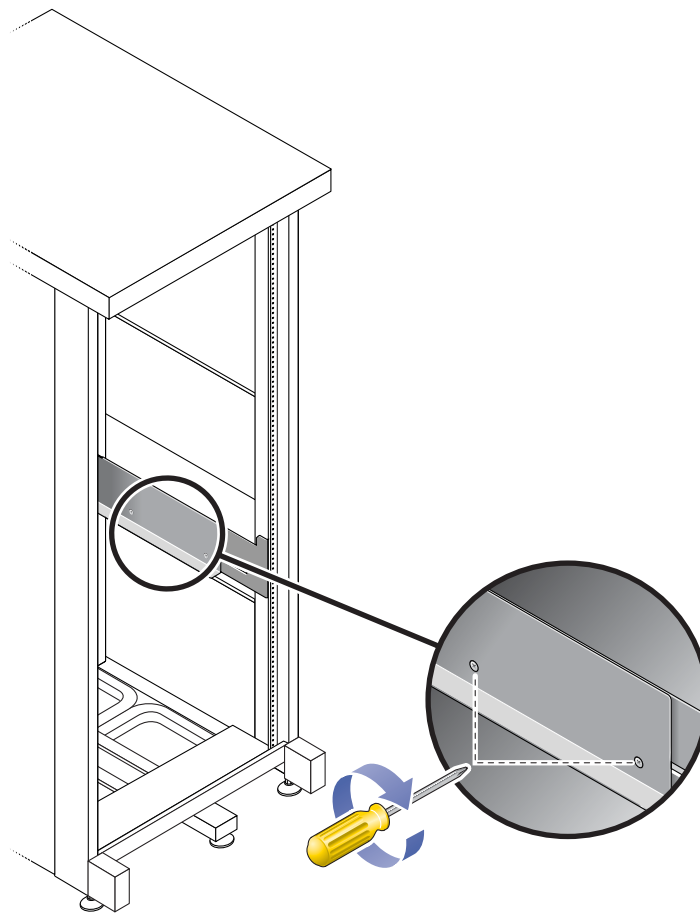

図 2-10 レール調整ねじの締め付け
2. プラスのねじ回し (Phillips の 2 番) を使用して、各レール後部の調整ねじを締め付けます (図 2-10)。